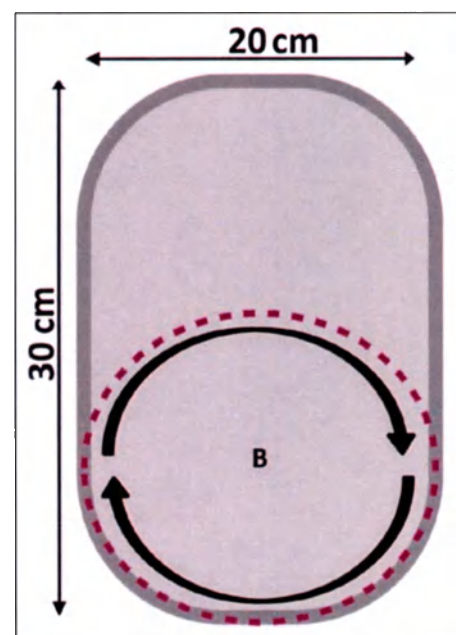

Рис. 31: Обработка сектора «В»
- Обрабатывайте сектор «В» круговыми горизонтальными движениями **по часовой стрелке** (см. Рис. 31) в скользящей манере до тех пор, пока температура поверхности кожи обрабатываемого сектора не поднимется до 43-45°C, или до тех пор, пока пациент не начнёт жаловаться на то, что ему слишком горячо.